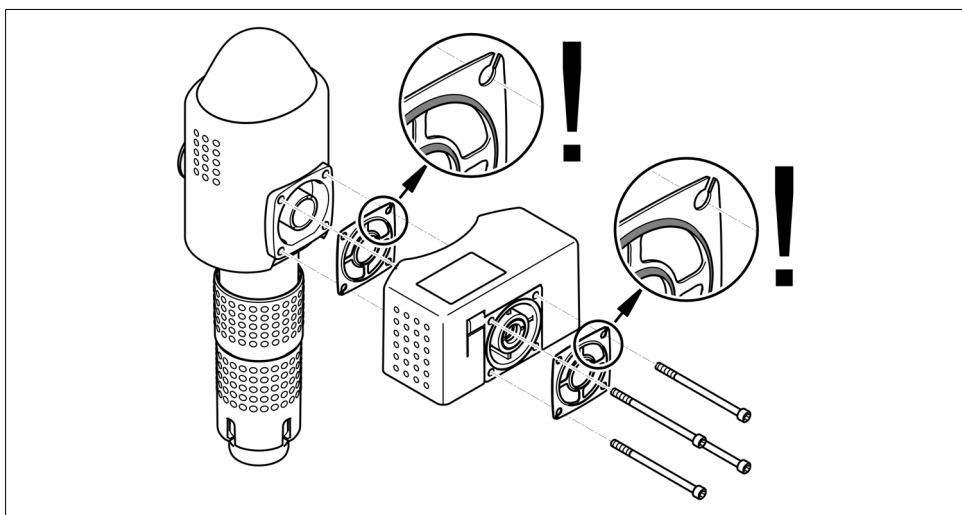

Fig. 3 : Joints à bride profilé avec leur profil pointant vers la bride de raccord
- Le profil du joint à bride doit être dirigé vers l'arrière, face à la bride de raccord (cf. fig. 3).